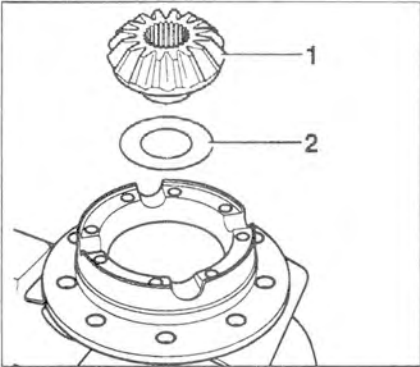

Рис. 5.122. Снимите шестерню 1 привода полуосей с прокладкой 2.
6. Снимите шестерню 1 привода полуосей с прокладкой 2 (рис. 5.122).
8. Установите шестерню 1 привода полуосей с прокладкой 2 (рис. 5.122).